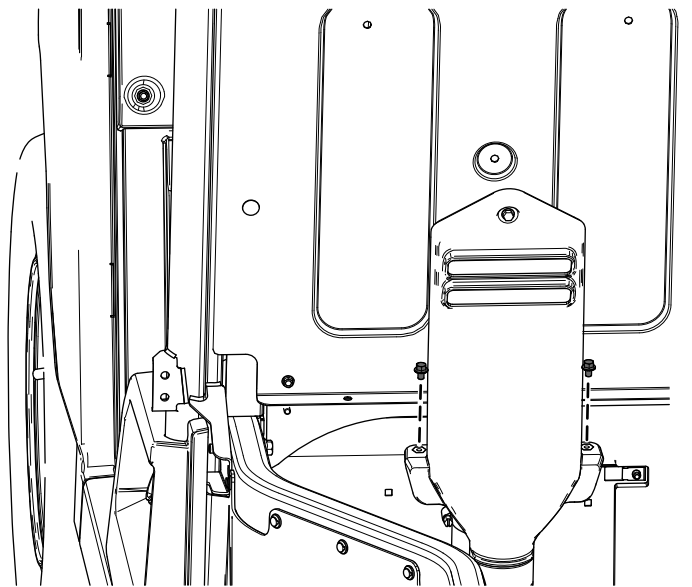

Figura 23
- A. Retire los 2 pernos con arandela prensada ($\frac{1}{4}$ " x $\frac{3}{8}$ ") de la campana de admisión de CVT (Figura 23).